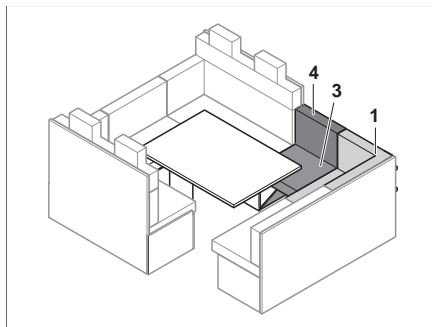

Bild 120 Efter förstoringen
- Sätt dit sittdynan (Bild 120,1) igen.